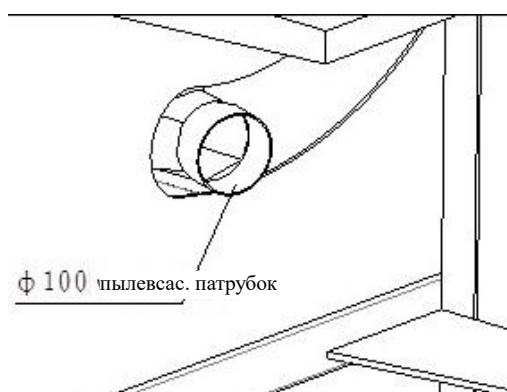

Рисунок 2.8.1
2.8 Подсоединение трубы аспирационной системы (рисунок 2.8.1 и 2.8.2)